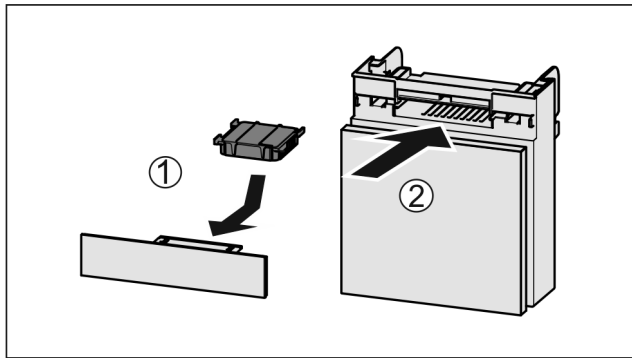

Fig. 112
- ▶ Поставете Fig. 112 (1) филтъра с активен въглен, както е показано на фигурата.
- ▶ Вкарайте Fig. 112 (2) отделениято.